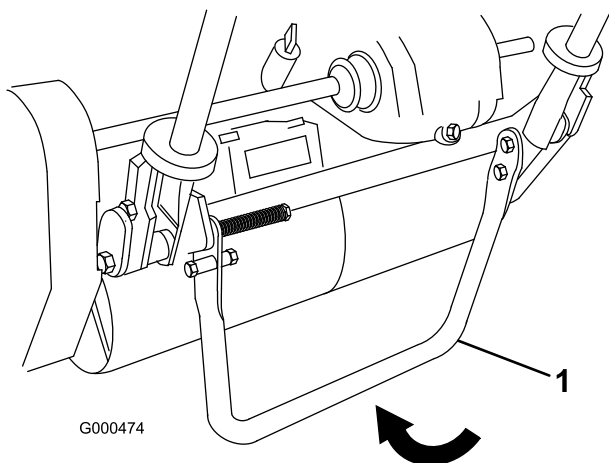

Bild 18
1. Treten Sie den Ständer mit dem Fuß nach unten und ziehen Sie den Griff nach oben, bis sich der Ständer nach vorne über der Mitte gedreht hat (Bild 18).